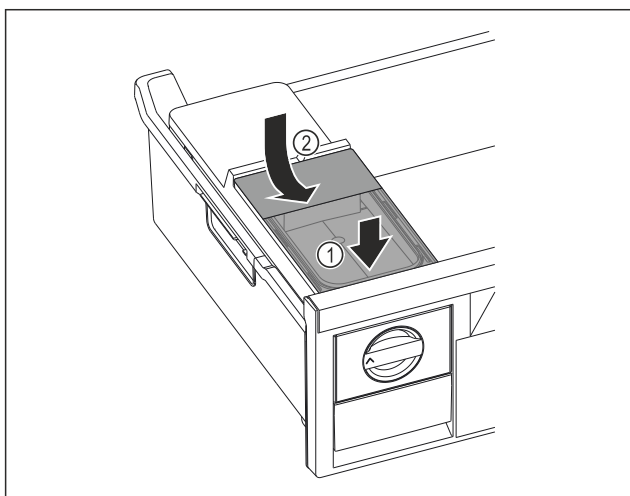

Fig. 97
- ▶ Nasad'te vpředu nádržku na vodu. Fig. 97 (1)
- ▶ Spus'tte nádržku na vodu vzadu dolů. Fig. 97 (2)